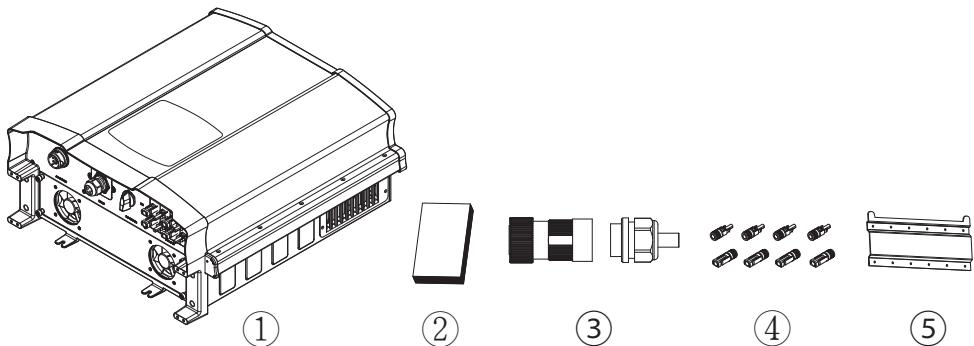

图2-2 内容物清单
- 检查各项配件是否齐全。详细的配件信息请参考表2-1与图2-2。